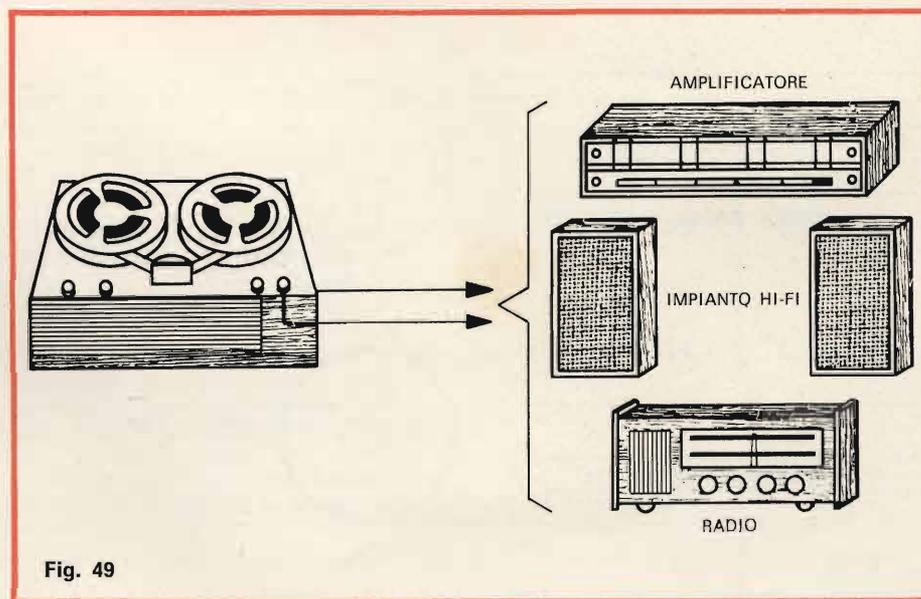

Fig. 50
- a) fig. 50 - diametro: 3,5 mm - lunghezza: 16 mm;